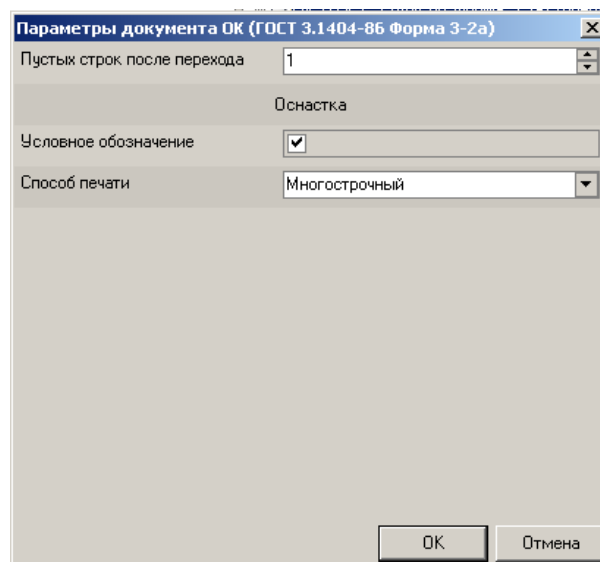

Рис.5
34. В открывшемся окне установите количество строк, которые необходимо оставлять пустыми после текста перехода (рис. 5). Укажите **1**, поставьте галочку в ячейке **Условное обозначение** и нажмите кнопку **OK**.